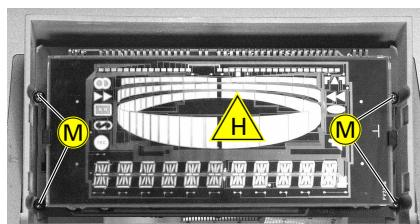

Fig. 5
- 4 Schrauben  herausschrauben und Display-Platte herausnehmen (Fig. 5).
- Undo 4 screws  and remove the Display Board (Fig. 5).